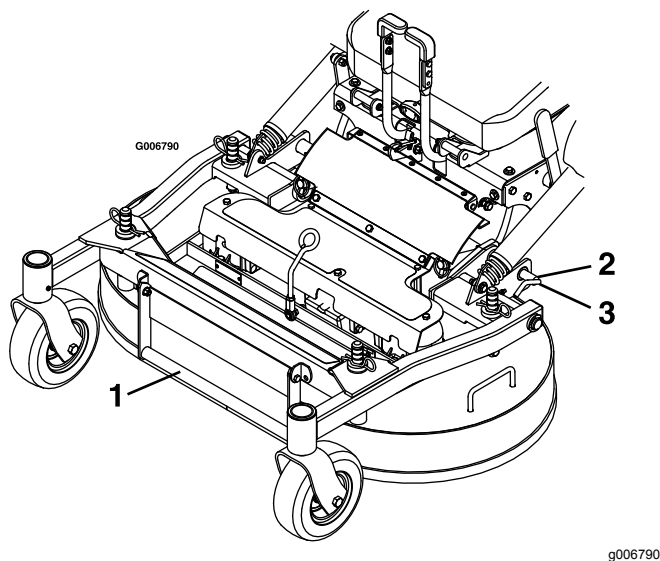

Рисунок 10
6. Отпустите стопорные штифты деки газонокосилки на каждой стороне (Рисунок 10).
4. Нажмите на стопорные штифты деки внутрь и поверните их вперед, чтобы надежно закрепить деку газонокосилки в опущенном положении (Рисунок 10).